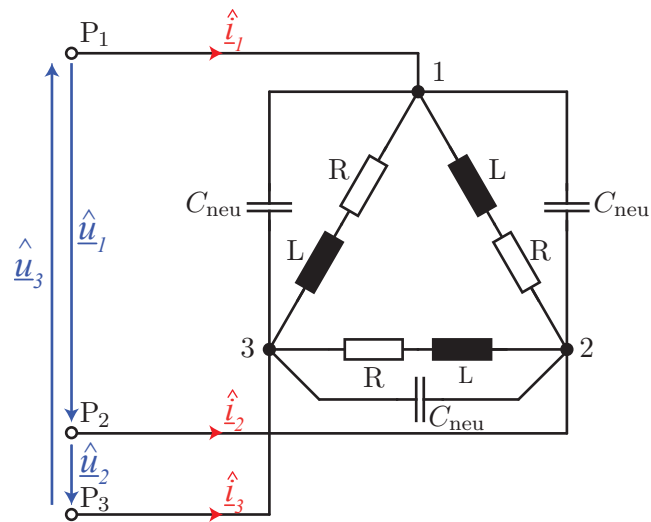

Abbildung 2: Die Last ist neu als Dreieck verschaltet. Die Verschaltung des Kompensationsnetzwerkes hat sich gegenüber Abb. 1 nicht verändert.
- e) Die Motorimpedanzen ( $R$  und  $L$ ) werden neu wie in Abb. 2 im Dreieck verschaltet, wobei sich die Werte der Motorimpedanzen ( $R$  und  $L$ ) nicht ändern. Was für Kapazitätswerte  $C_{\text{neu}}$  sind neu zur vollständigen Blindleistungskompensation notwendig? Geben Sie das Verhältnis zwischen  $C_{\text{neu}}$  und  $C$  an.